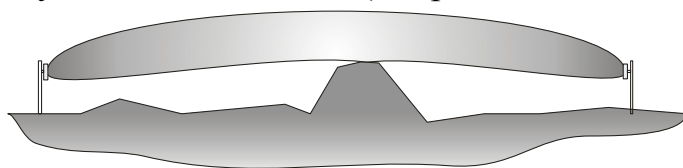

Рис. 10.1
10.1.1 Участок между БПРД и БПРМ изделия должен удовлетворять следующим требованиям: а) поверхность участка должна быть выровнена с точностью  $\pm 0,3$  м на отрезке рубежа, где ЗО соприкасается с поверхностью земли. При больших положительных отклонениях верхние кромки препятствий могут образовывать достаточно мощные вторичные источники радиоволн или вообще экранировать БПРМ от БПРД. При ослаблении сигнала уменьшается соотношение сигнал/помеха, что может приводить к снижению периода ложных тревог. На рис. 10.1 показан случай, когда высота препятствия достигает высоты условной осевой линии, проведенной через центры БПРД и БПРМ. ЗО искажается, и образуются возможности для ее бесконтрольного пересечения в положении «согнувшись», б) в чувствительной зоне (см. рис.4.2,